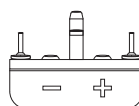
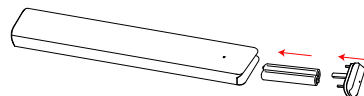

Figure 1
Figure 2
3. Mettez en place les piles tel qu'indiqué sur le schéma dans le compartiment à pile (Figure 2). Tenez compte de la polarité au moyen des symboles négatif et positif sur le couvercle (Figure 1). Remplacez le couvercle, puis testez la télécommande pour vérifier son bon fonctionnement.